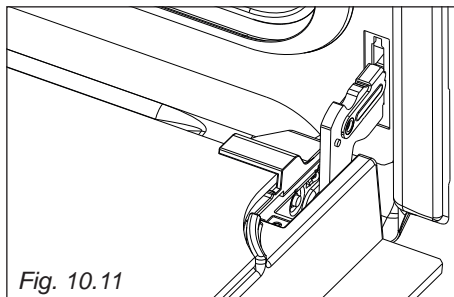

Fig. 10.11
- Aprire completamente la porta del forno (fig. 10.11).